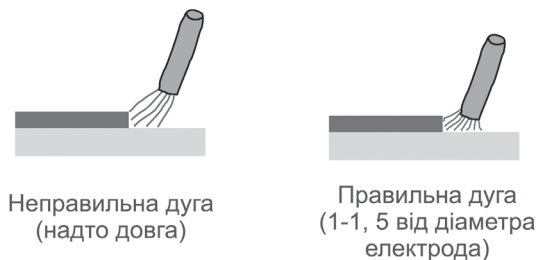

Рисунок 3. Відстань розташування електрода із покриттям до деталі під час ручного дугового зварювання («ММА»).
5. Після появи дуги одразу відвести електрод від поверхні майбутнього шва на відстань 2–4 мм і утримувати цю відстань протягом усього зварювального процесу (рис. 3).